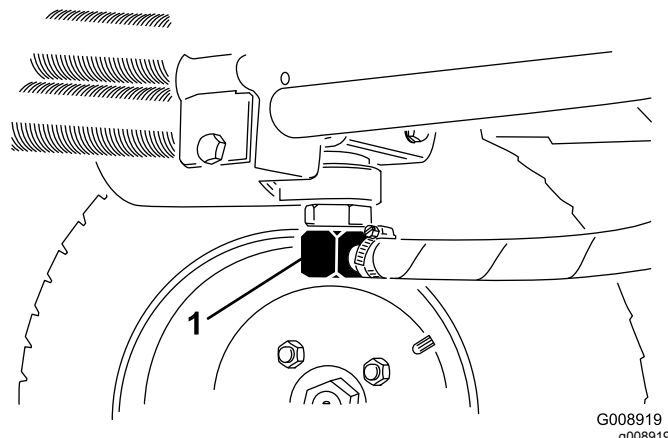
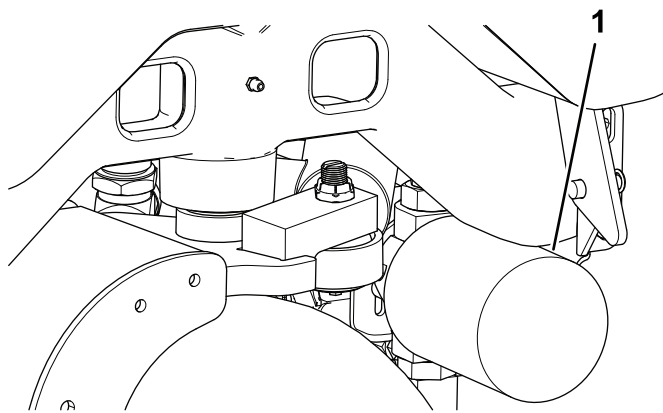

Figura 73
Figura 74
2. Desconecte as linhas hidráulicas (Figura 73) ou retire o filtro hidráulico (Figura 74) e deixe que o fluido hidráulico escorra para dentro de um recipiente de escoamento.
4. Coloque um recipiente de escoamento debaixo do filtro (Figura 74) e retire o filtro.